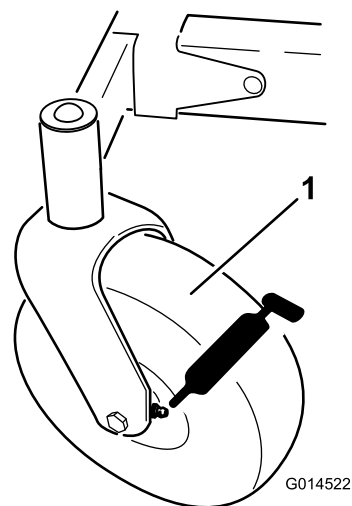
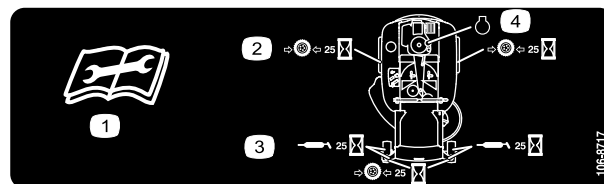

Figure 25
Figure 26
3. Nettoyez les graisseurs (Figure 25 et Figure 26) à l'aide d'un chiffon.
4. Raccordez une pompe à graisse à chaque graisseur (Figure 25 et Figure 26).